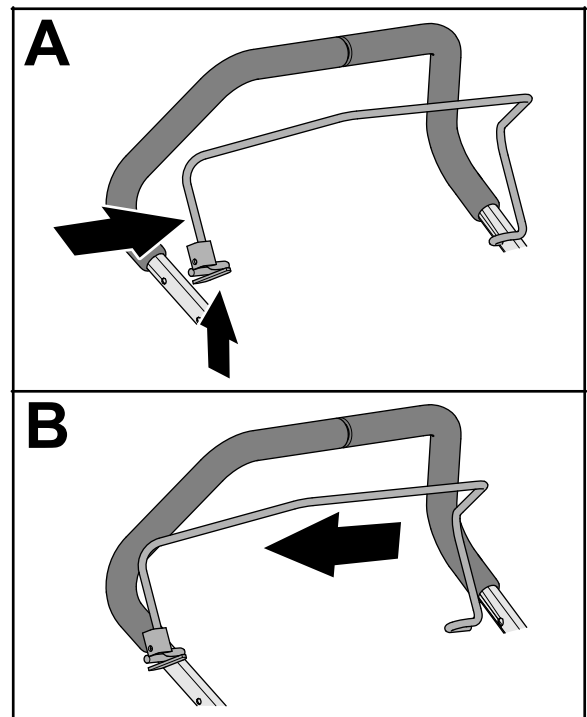

**Bild 9**
1. Drücken Sie die Seite des Schaltbügels zusammen, bis Sie ihn vom oberen Holm abnehmen können, und nehmen Sie den Schaltbügel von der Maschine ab (Bild 9).